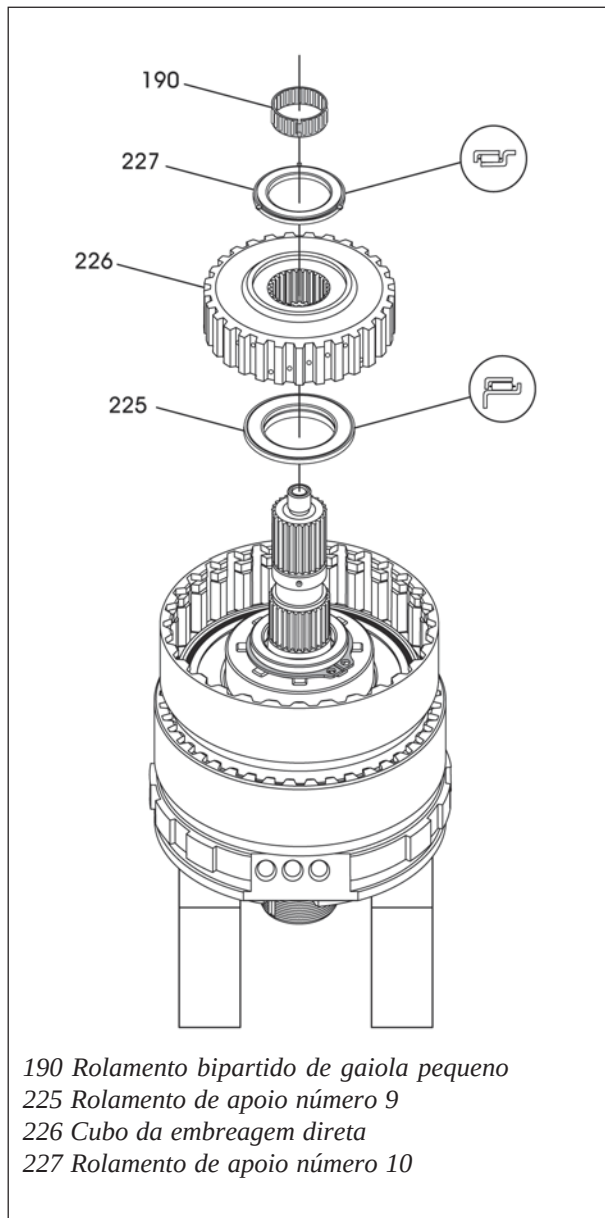

Figura 165
20. Instale o rolamento de apoio número 9 na direção mostrada na figura 165.
21. Instale o cubo da embreagem direta na direção mostrada na figura 165.
22. Instale o rolamento de apoio número 10 na direção mostrada pela figura 165 e fixe-o em posição com uma pequena quantidade de vaselina neutra.
23. Instale o rolamento de gaiola bipartido pequeno em sua correta posição no eixo central do Underdrive, conforme mostra a figura 165.